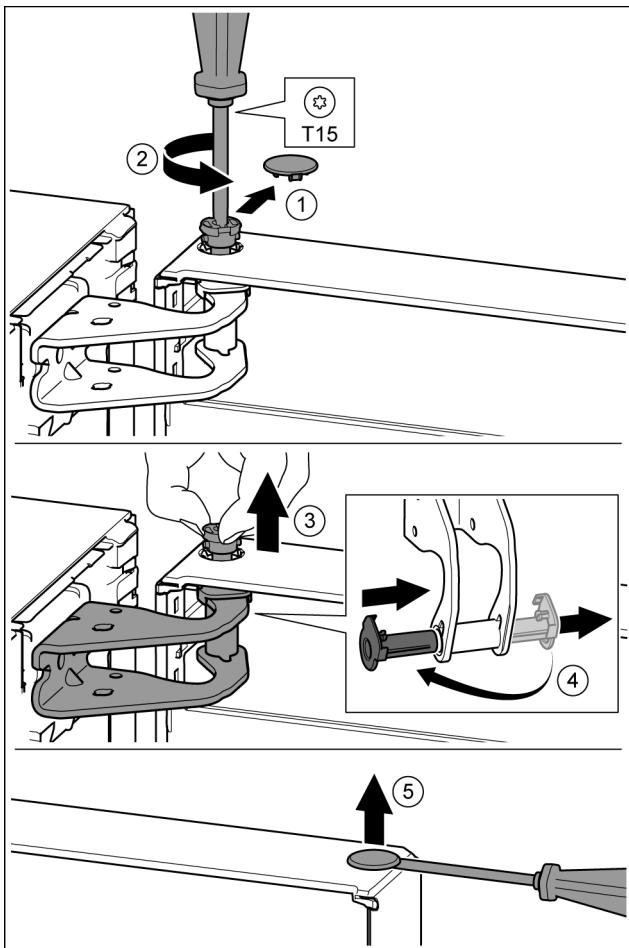

Fig. 22
- Осторожно снять предохранительную крышку. *Fig. 22 (1)*
- Немного выкрутить палец отверткой T15. *Fig. 22 (2)*
- Удерживать дверь и вытянуть палец рукой. *Fig. 22 (3)*
- Опорную втулку вывести из направляющей. Установить и зафиксировать с другой стороны. *Fig. 22 (4)*
- Осторожно приподнять шлицевой отверткой заглушку из опорной втулки двери и вынуть. *Fig. 22 (5)*